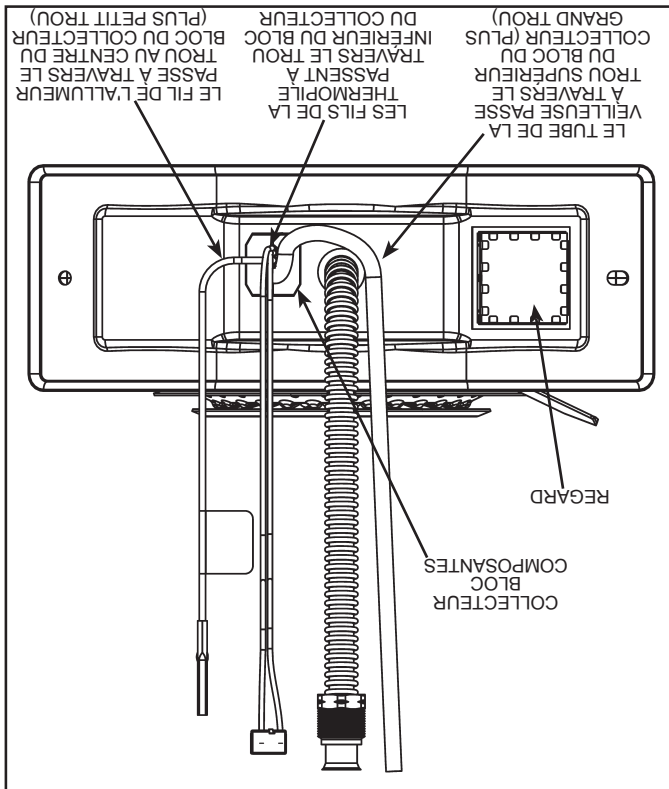

Figure 37
9. Réinstallez le bloc passe-fils dans la porte du collecteur. Assurez-vous que le tube de la veilleuse et les fils sont positionnés comme illustré à Figure 37.